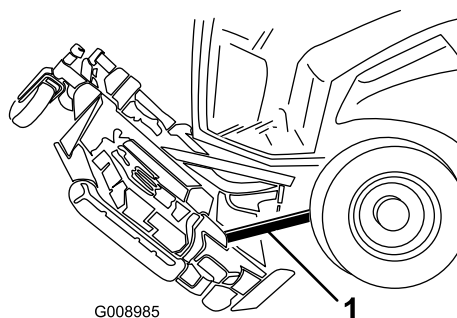

Figure 92
5. Placez une cale de 2 x 4 entre l'arrière du plateau et la machine (Figure 92).